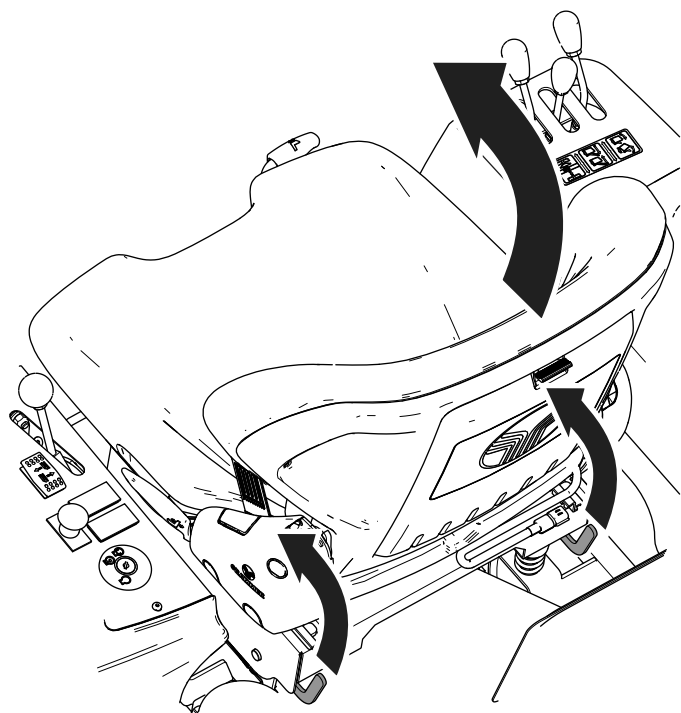

Figura 21
5. Inclinate il sedile in avanti (Figura 21).
4. Inclinate il sedile in avanti (Figura 21).
Sollevare la leva di inclinazione del sedile (Figura 21) verso l'alto e inclinare il sedile in avanti.